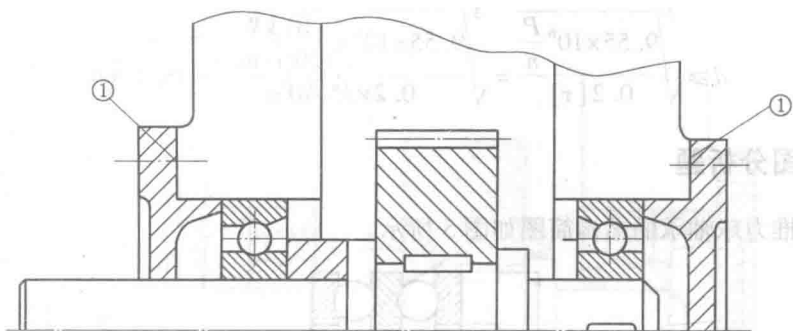

图 4
4. 如图 4 所示轴系结构, 按示例所示, 编号指出其他错误(不少于 7 处)。(注: 不考虑轴承的润滑方式以及图中的倒角和圆角)。